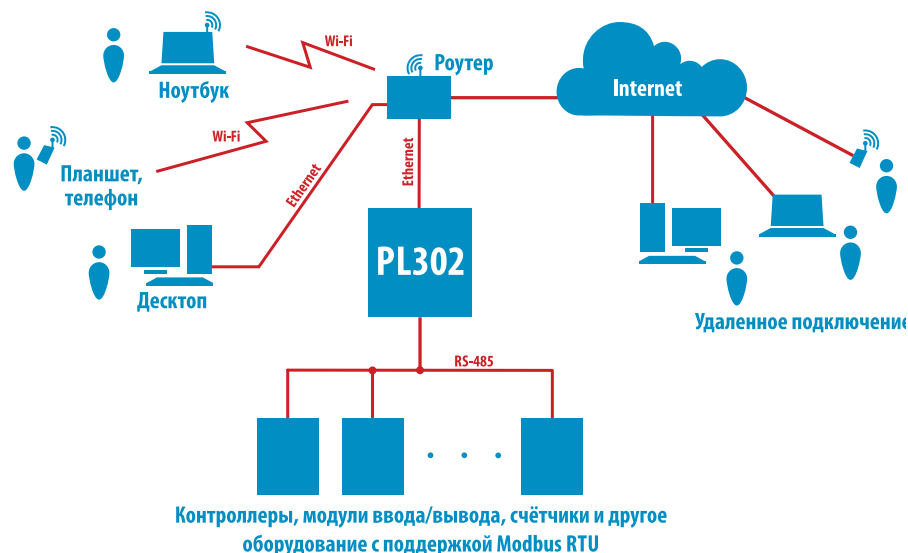

Рис. 3. Схема работы встроенного веб-сервера
- встроенный веб-сервер (рис. 3). Позволяет реализовать визуальный